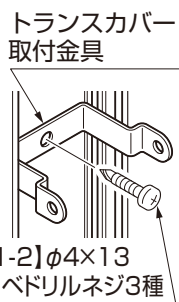

図5-1
- ①【1-2】でトランスカバー取付金具を取付けます。(図5-1参照)